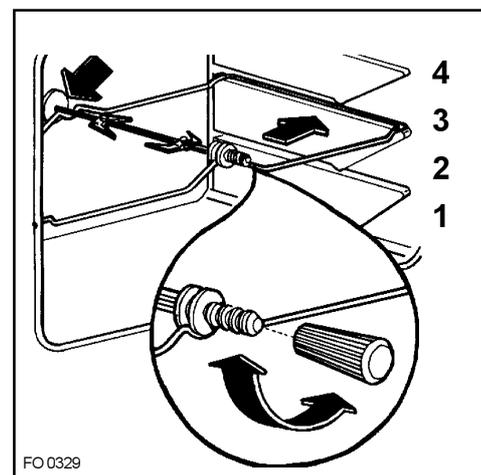

Fig. 7
- posez la broche sur le support et glissez l'ensemble au gradin 3 (fig. 7).
- engagez l'extrémité de la broche dans le carré d'entraînement du moteur (orifice sur la paroi de fond du four - voir fig. 7).